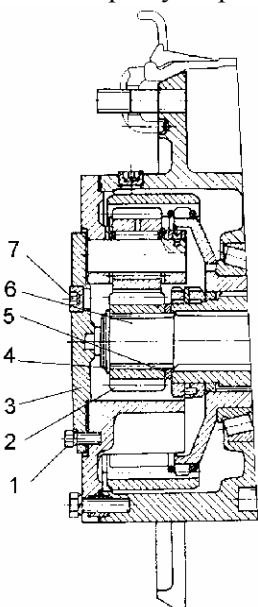

Рис. 6
2. Установив под колесными редукторами переднего моста емкости для сбора масла, снять крышку 3 (рис. 6), отвернув болты М12 (6 штук), стопорное кольцо 4, солнечную шестерню 2, шайбу 5, а затем установить крышку на место.
3. Установив под колесными редукторами заднего моста емкости для сбора масла, снять крышку 3 (рис. 6) и полуось 6 в сборе с солнечной шестерней 2, стопорным кольцом 4 и шайбой 5, а затем установить крышку на место.
5. Долейте масло ТАп-15В до уровня контрольного отверстия 7 (рис. 6) на крышке 3 колесного редуктора.